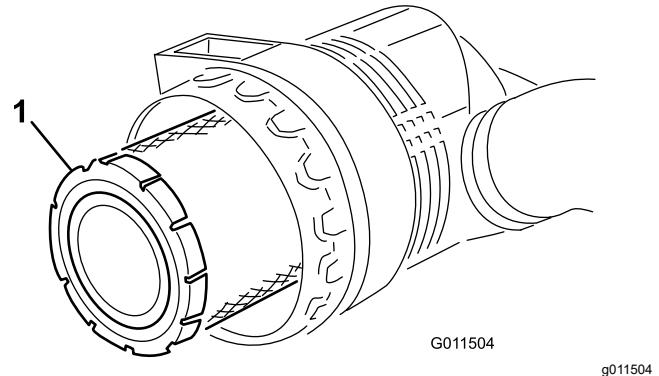

Bild 50
3. Entfernen und wechseln Sie den Hauptfilter aus (Bild 50).